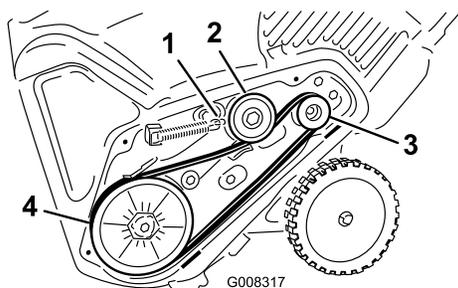

Figure 38
- Montez et acheminez la nouvelle courroie comme indiqué à la Figure 38.
8. Raccrochez le ressort de frein au bras de la poulie de tension (Figure 38).